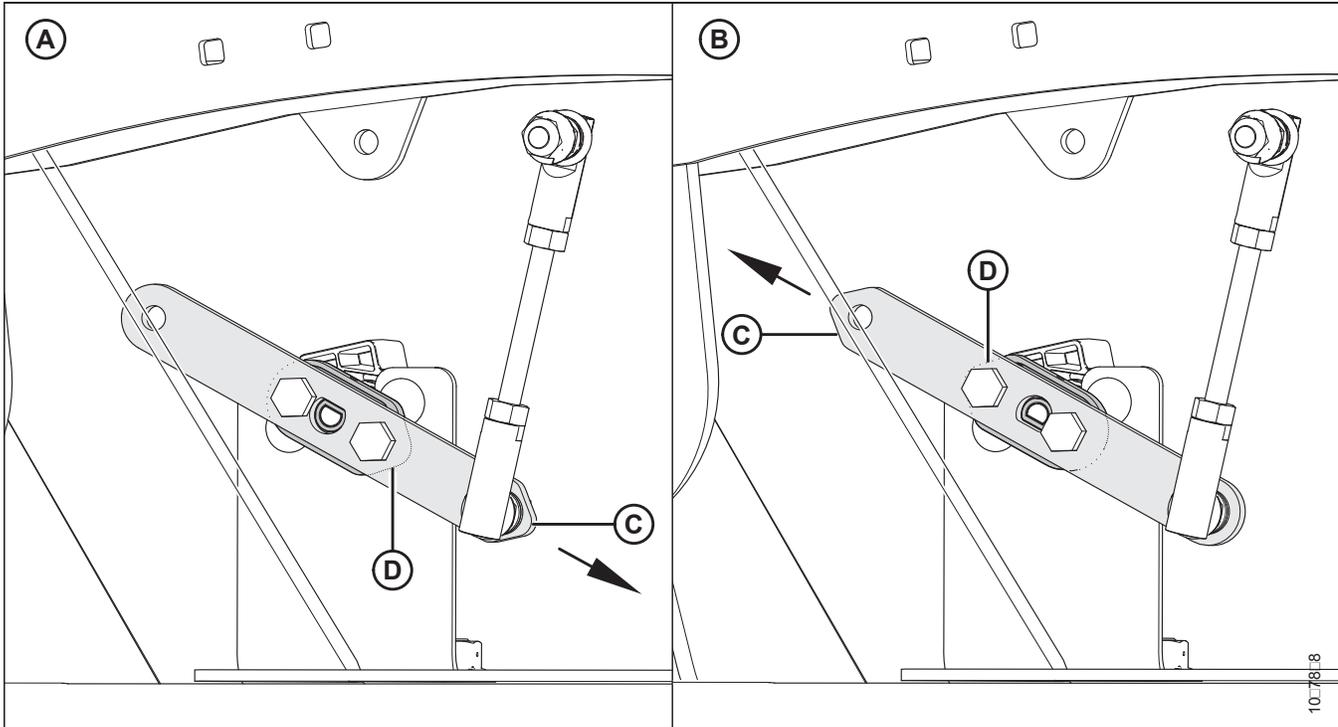

Abbildung 3.103: Konfigurationen Sensorbügel/Sensorzeiger
2. Prüfen, dass Sensorbügel (C) und Sensorzeiger (D) passend zur Maschine konfiguriert sind. Siehe Abbildung 3.103, Seite 104.